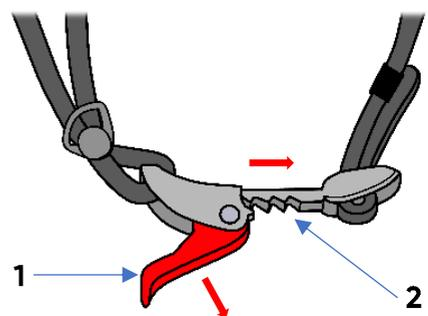

Fig. 5
Para fechar a cinta, introduza o elemento da cinta (2) no clipe (1) (Fig.4). Para abrir a cinta, puxe o clipe (1) e libere o elemento da cinta (2). (Fig.5)